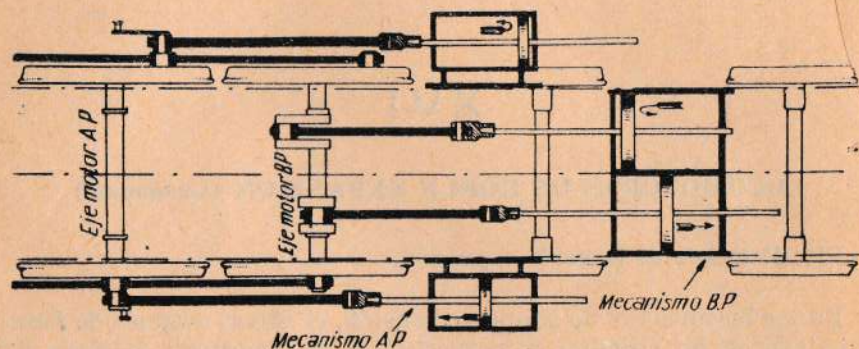

Fig. 55
Dos cilindros exteriores de alta presión (AP) (fig. 55).